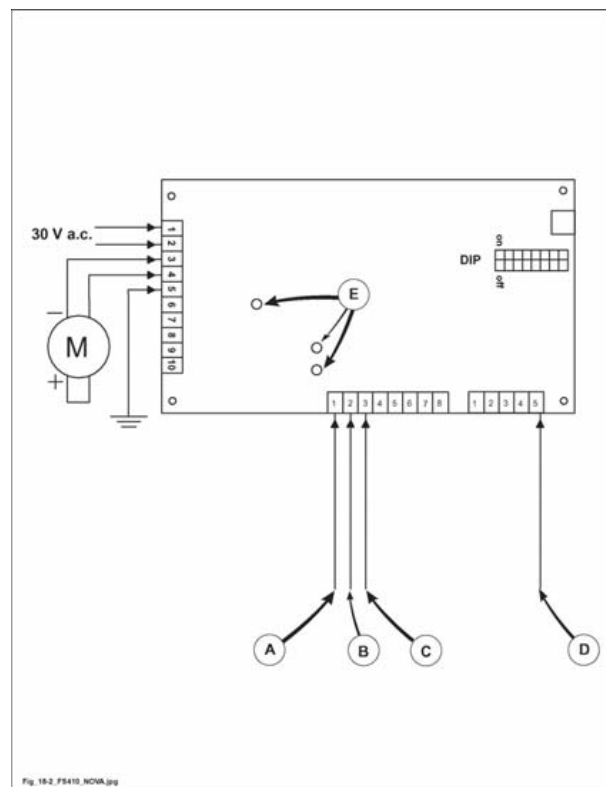

Fig. 18.2
Accertarsi che alla scheda (fig. 18.2) giungano le seguenti tensioni:
- 1) 30 V a.c. fra morsetti 1 e 2 della morsettiera con 10 morsetti (fig. 18.2);
- 2) di conseguenza, se il fusibile risulta integro, tali sono le condizioni per ottenere 24 V d.c. in uscita fra i morsetti 3 e 4 della stessa morsettiera, mandando la 110V alta sul canale A (fig. 18.2) o sul canale B (fig. 18.2) della morsettiera con 8 morsetti.
Sulla scheda sono presenti 3 led (E fig. 18.2) :